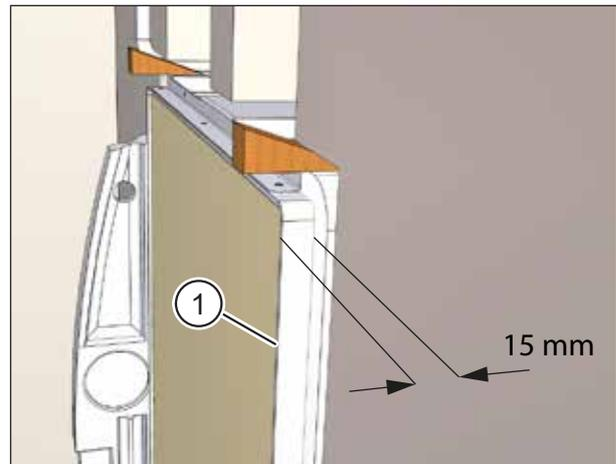

Abb. 25: Putzrahmentiefe 15 mm
Die Putzrahmentiefe beträgt 15 mm (siehe Abb. 25).
- ▶ Ist die Innenwand nicht lotrecht oder nicht eben, richten Sie die Frontfläche des Putzrahmens (Pos. 1 in Abb. 25) parallel zu einer senkrecht verlaufenden Putzschiene aus.